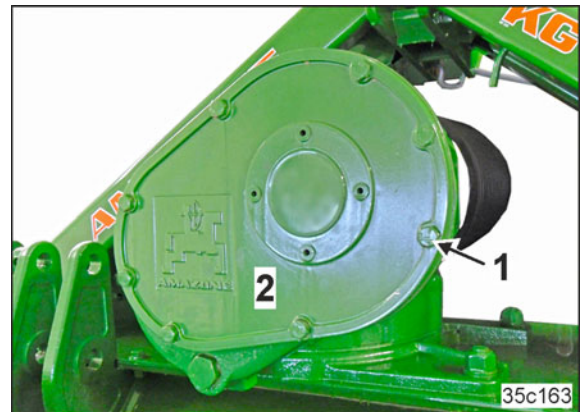

Fig. 160
6. Soltar los tornillos (Fig. 160/1)
7. Abrir la tapa del engranaje (Fig. 160/2)